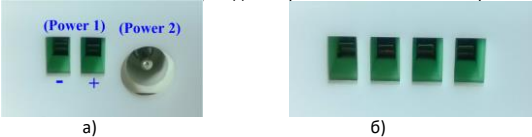

Рисунок 2 – Клеммы диммера: а) – входные (для подключения блока питания); б) – выходные (для подключения нагрузки) – маркировка нанесена на наклейку.
- 5.1.1. Подключите блок питания к входным разъемам диммера. Рекомендуется использовать блоки питания Geniled 12-24В. При выборе мощности блока питания учитывайте запас не менее 15% к мощности нагрузки. При подключении соблюдайте полярность. См. рисунок 2.